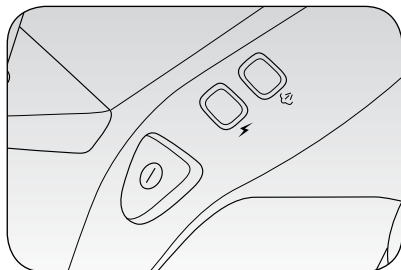

Fig. 3
Steek de stekker in een stopcontact en zet het apparaat aan door op de schakelaar voor het aanzetten (H) te drukken (Fig. 3). De verknipper ON/OFF (G) en de verknipper stoom klaar (F) gaan branden.